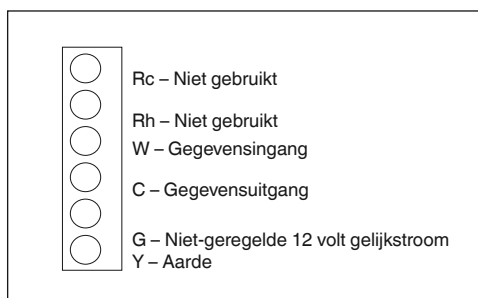

Fig. 3 - Toewijzing van aansluitingen
8. Kabels van apparatuur op juiste aansluitingen op aansluitblokken aansluiten (zie fig. 3). Zie het bedradingschema voor meer informatie.